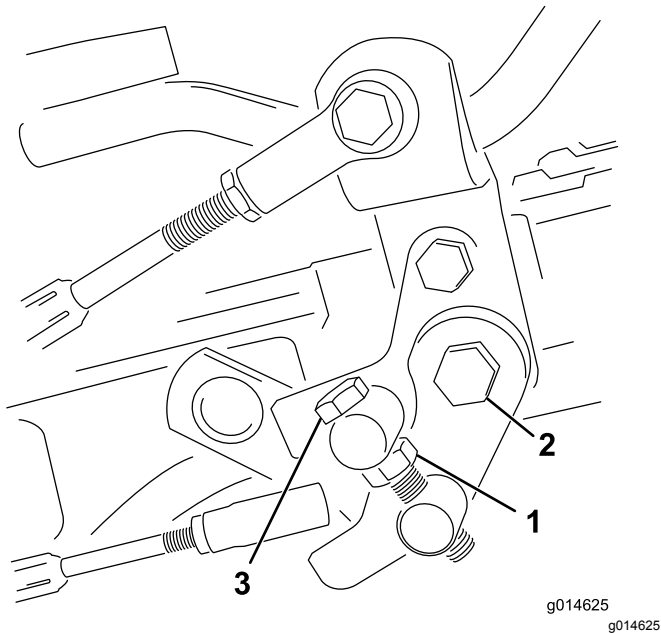

Bild 33
1. Lösen Sie die Klemmmutter an der Drehzapfenkopfschraube (Bild 33).
4. Ziehen Sie die Klemmmutter an der Drehzapfenkopfschraube und die Mutter am Pedalgelenk fest, um die Einstellung zu arretieren (Bild 33). Prüfen Sie die Einstellung und nehmen Sie ggf. eine weitere Einstellung vor.